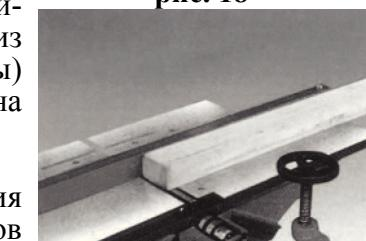

рис. 19
7.4 Строгание (рис. 19)
- подавайте заготовку со стола **12** (рис. 1), прижимая её к упору **25** (Рис. 1). Дополнительный вид (рис. 19).